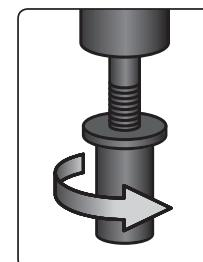

Abb. 4
- Stellen Sie die Drehrichtung des Spannkopfes nach rechts ein, halten Sie den Adapter nicht mehr, damit dieser sich drehen kann, und indem Sie die Nietmutter in der Hand halten, schrauben Sie in diese das Gewinde des mittleren Schafts vom Adapter hinein (Abb. 4). Die Nietmutter muss auf den Schaft mit Orientierung nach Abb. 4 aufgeschraubt werden, da im gegenteiligen Fall die Nietmutter nicht abgezogen werden kann.